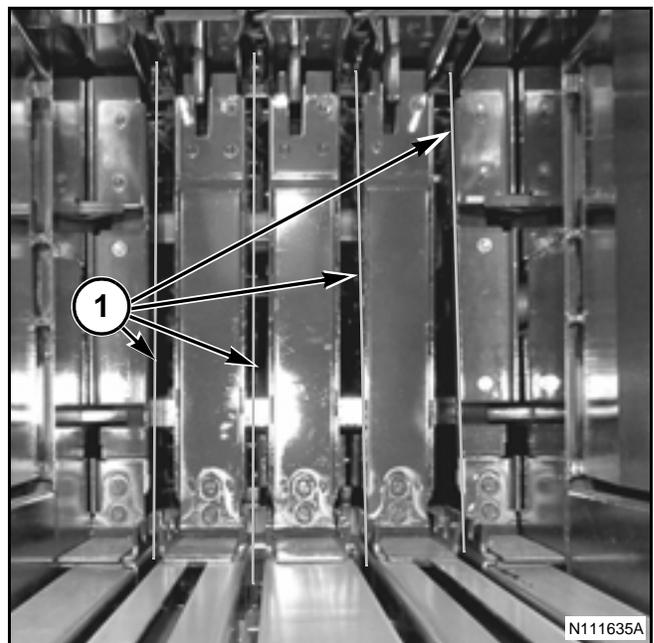

FIG. 42
FIG. 42: Tienda los cordeles (1) desde las agujas hacia arriba a través de la cámara de fardos. Amarre los cordeles de la aguja a los cordeles del área del anudador. Revise cada cordel para asegurarse de que cada vez se amarran los cordeles correctos.